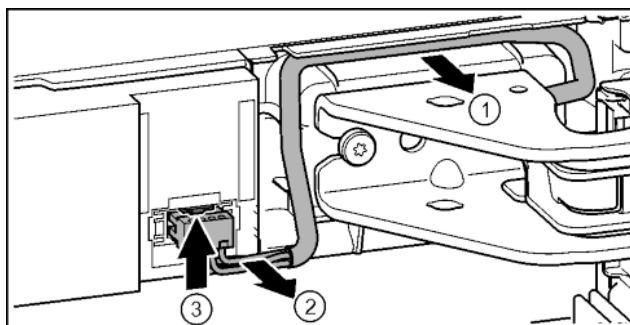

Fig. 18
- Ostrożnie wyjąć kabel znajdujący się nad płytką zawiasu. Fig. 18 (1)
- Z kanału ostrożnie wyjąć przewód pleciony. Fig. 18 (2)
- Nakładkę wcisnąć w górę i ostrożnie wyjąć wtyczkę. Fig. 18 (3)